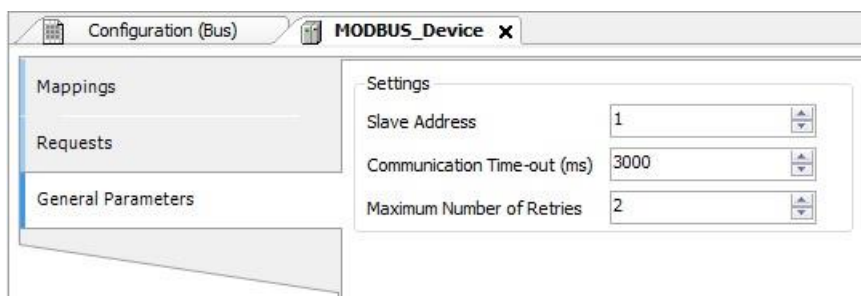

Рисунок 57: Настройки общих параметров устройства
- Добавление и настройка устройств на закладке General Parameters, определение адреса ведомого устройства, тайм-аута связи и количества повторных попыток связи, как показано на рис. 57.